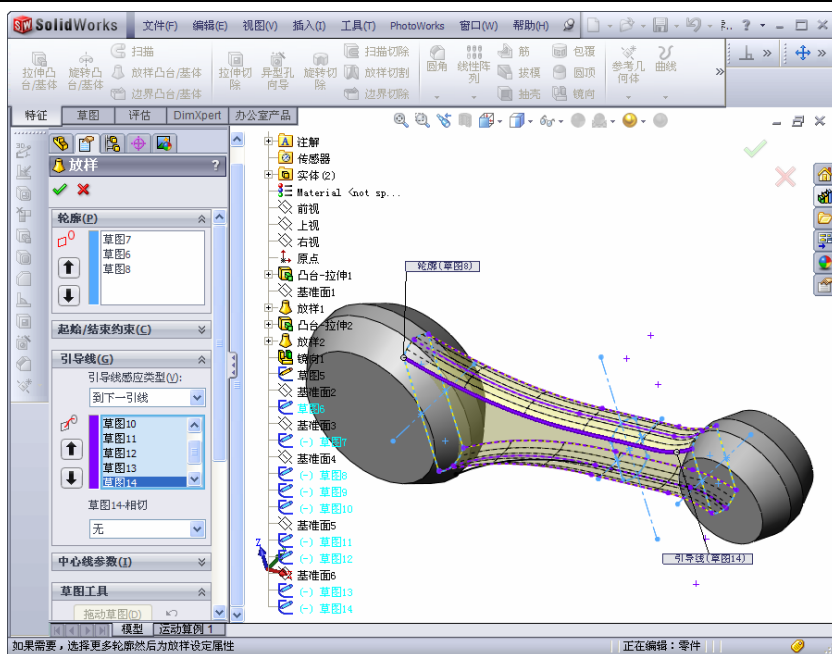

图 4-139 设置放样参数
④⑪ 隐藏基准面。依次选取基准面 5 和基准面 6,在弹出的快捷菜单中,单击“隐藏”按钮,将基准面 5 和基准面 6 都隐藏起来。
④⑫ 生成放样特征。单击“特征”工具栏中的“放样”按钮,在放样轮廓框中从右向左依次选取放样轮廓草图,设置“开始约束”和“结束约束”均为“无”,引导线为上面所绘的 6 条引导线,其他选项保持默认状态,如图 4-139 所示。单击“确定”按钮,生成放样特征。